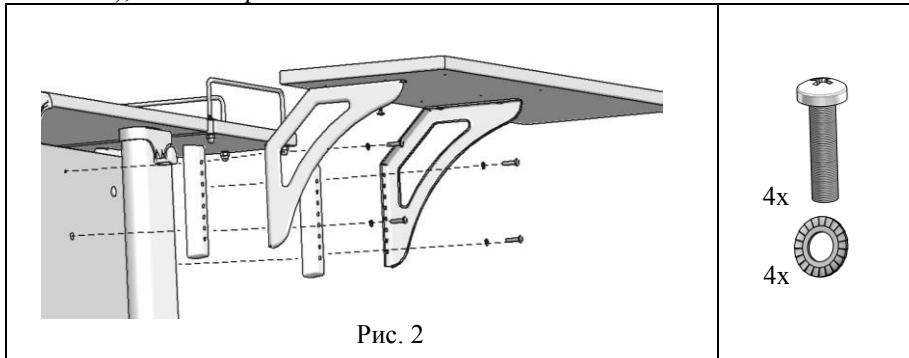

Рис. 2
5.2.1. Из стенки боковой основания стола удалить заглушки технологические и прикрутить полку навесную боковую через проставки (поз.1, пакет № 59) при помощи винтов (поз. 2 пакет № 60) через шайбы (поз. 3 пакет № 60), согласно рис. 2.